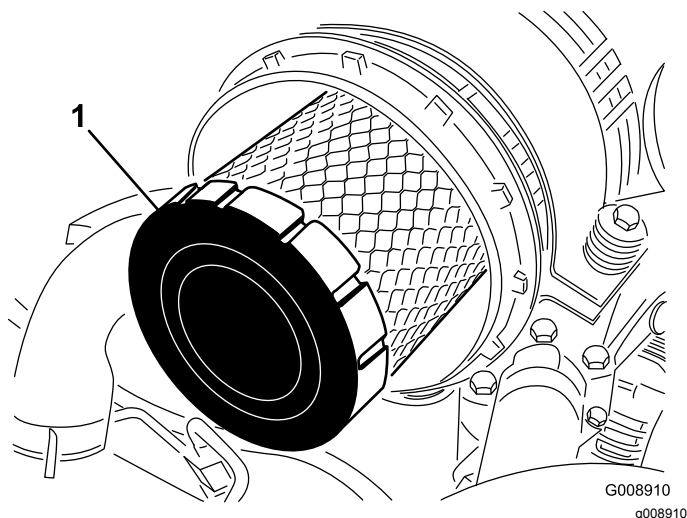

Figura 91
4. Retire o filtro principal (Figura 91).